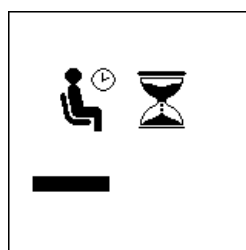

Fig.18
14. Una volta determinato il valore di CCA corretto, premere il tasto di conferma  per dare inizio al test. Sul display dell'analizzatore apparirà l'immagine come da Fig.18 di seguito.